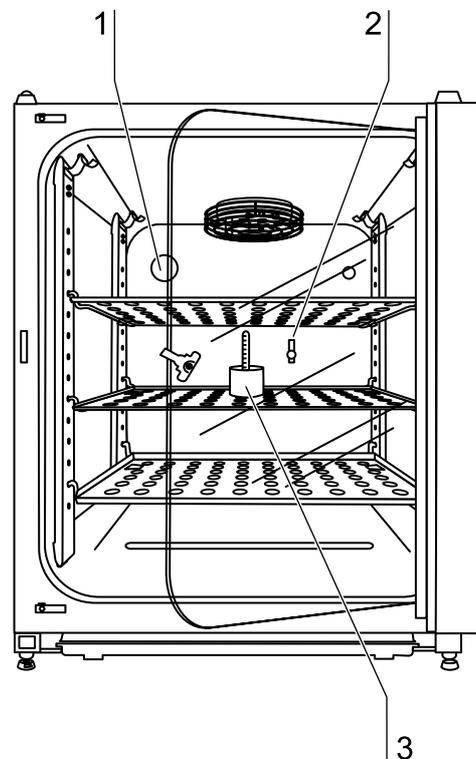

Abb. 21
3. **Abb. 21:** Messinstrument [3] mittig auf dem Einlageblech im mittleren Bereich des Nutzraumes aufstellen. Alternativ kann an gleicher Stelle ein Temperatursensor positioniert werden. Die Zuleitung wird entweder durch die Messöffnung [2] in der Glastür oder durch die Rohrdurchführung [1] an der Geräterückseite verlegt.